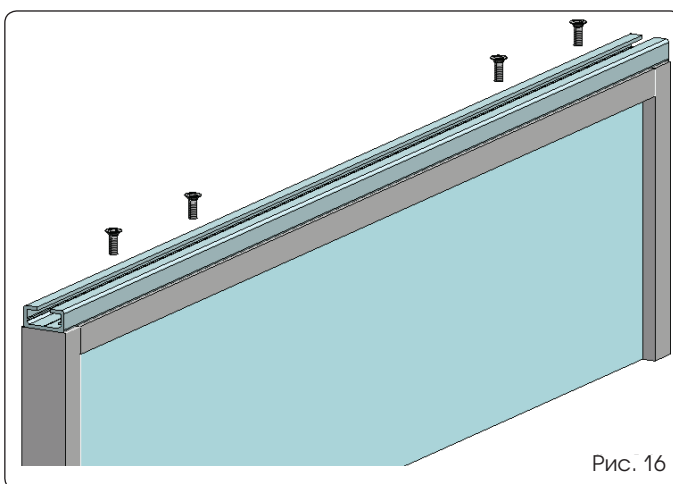

Рис. 16
1. Закрепите створку, отрежьте профиль для установки створки на ту же самую длину и закрепите его соответствующими винтами в верхней части (рис. 16).